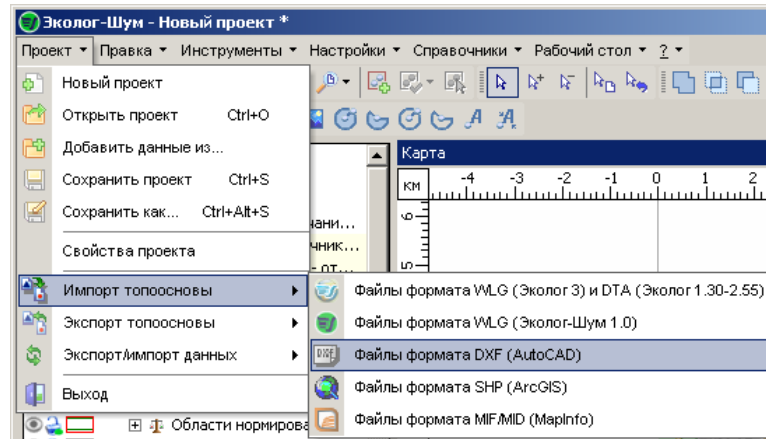

Рисунок 47. Окно вызова импорта топоосновы файлов форматов ГИС
- в главном меню программы выбрать Проект → Импорт топоосновы → Файлы формата... (например, DXF (AutoCad)) (Рисунок 47)